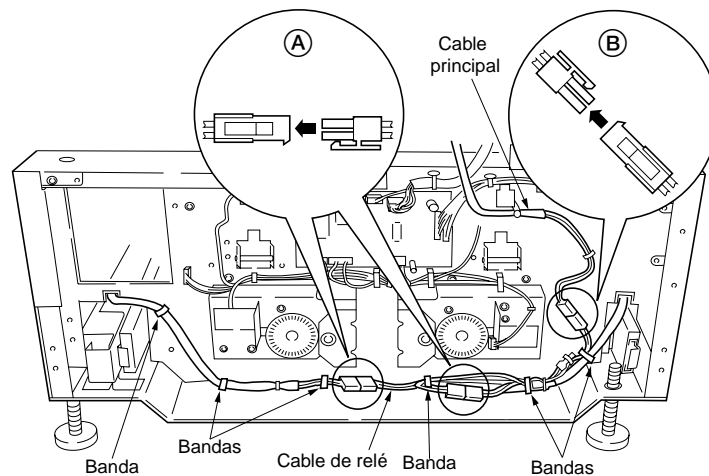

Figura 3-1-58
12. Enchufe los conectores del calentador de deshumidificación en los conectores del cable de relé (véase **A** en la Figura 3-1-58).
13. Enchufe el conector del cable principal en el conector del cable de relé (véase **B** en la Figura 3-1-58).